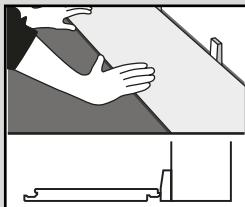

Fig. 1
- Berechnen Sie ausgehend von einer vollständigen Dielie/Fliese entlang der Wand, wie viele Reihen in den Raum passen. Wenn dies bedeutet, dass entlang der gegenüberliegenden Wand nur eine schmale Reihe Dielen/Fliesen passen würde, schneiden Sie die erste Reihe entsprechend zu. Verlegen Sie dieses Produkt so, dass die Federseite/Schnittkante zur Wand zeigt. Verwenden Sie 5-mm-Abstandsklötze zwischen Dielie/Fliese und Wand (Abb. 1).